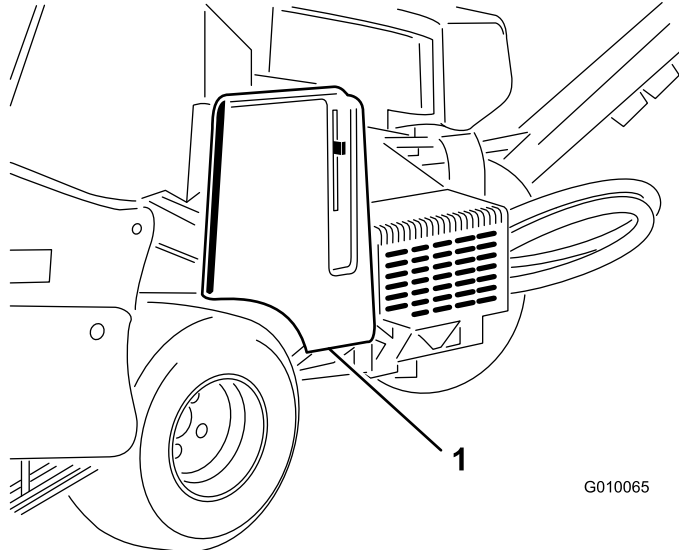

図 55
1. ベルト・カバーのラッチを外し、カバーを取り外す（図 55）。